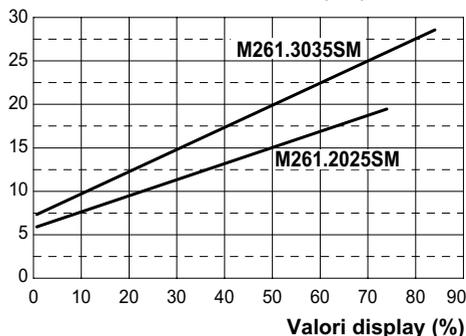
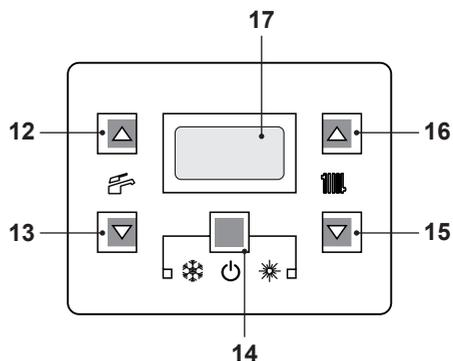
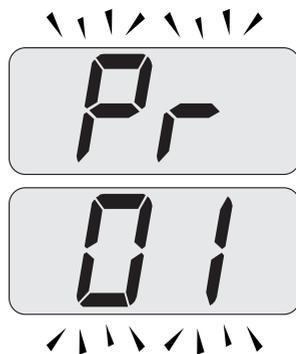
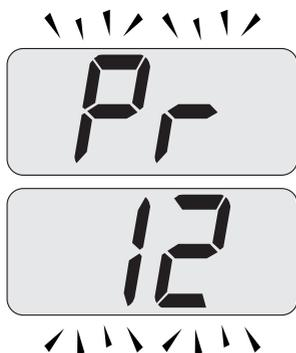

Figura 7.9
Figura 7.12
Figura 7.13
Figura 7.14
Il grafico in Figura 7.9 rappresenta come varia la potenza utile della caldaia in riscaldamento al variare del valore impostato nella scheda comando.
- Entrare in "modalità programmazione" premendo contemporaneamente per 10 secondi i tasti 14 - 15 - 16 (Figura 7.12) fino a far apparire sul display LCD le lettere **Pr** che si alternano con il codice **01**, indicanti l'entrata nel "parametro 01" (Figura 7.13).
- Scorrere i vari parametri utilizzando i tasti 15 o 16 fino a far apparire sul display LCD le lettere **Pr** che si alternano con il codice **12**, indicanti l'entrata nel "parametro 12" (Figura 7.14).
- Premere contemporaneamente i tasti 14 e 16 (Figura 7.12) fino a far apparire sul display LCD il valore del parametro 12 (Figura 7.15) (74=M261.2025SM o 88=M261.3035SM).
- Utilizzando i tasti 15 o 16 (Figura 7.12) è possibile modificare il valore del parametro 12 (riferirsi al grafico Figura 7.9 per determinare il valore corretto in funzione della potenza utile di riscaldamento).
- Premendo il tasto 14 (Figura 7.12) si ottiene la conferma del valore inserito.
- Premendo contemporaneamente i tasti 14 e 15 (Figura 7.12) si esce senza modificare il valore (ritorno alla lista parametri Figura 7.14)
- Premendo contemporaneamente per 10 secondi i tasti 14 - 15 - 16 (Figura 7.12) si esce dalla "modalità programmazione".